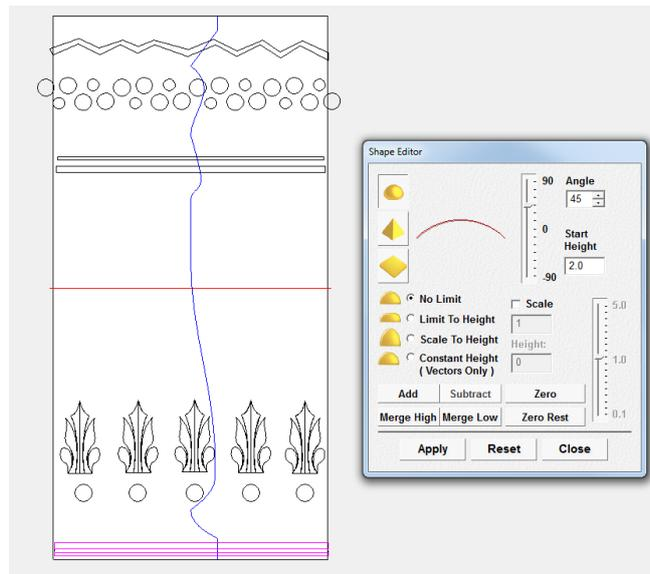

Рисунок 8
4. Для двух нижних полосок применить Subtract с параметрами указанными на рис.8